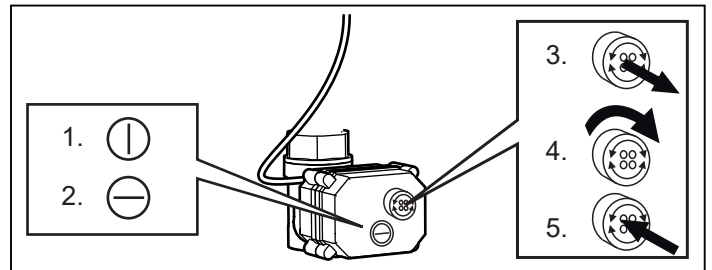

Abbildung 18:
4. Den Knopf am Kugelventil herausziehen und in die Position Offen drehen. Siehe Abb. 18.